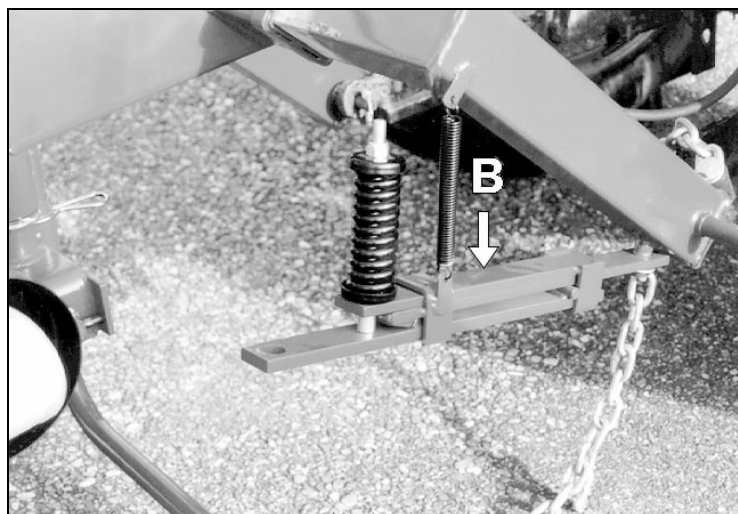

fig.28
3. disinnestare lo sgancio di sicurezza **B** (fig.28);
3. disengage the safety release **B** (fig.28);
3. désengager le mécanisme de sécurité **B** (fig.28);
3. desacoplar el desenganche de seguridad **B** (fig.28);
3. den Sicherheitshaken **B** (Abb.28) aushaken;